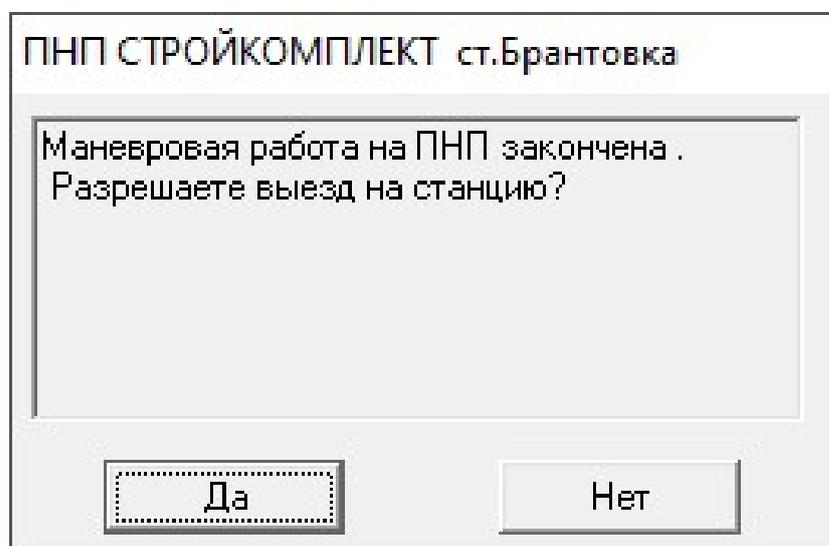

Рис.9 Окончание маневровых работ.
По окончании обработки всех фронтов появляется окно запроса с кнопками «Да» и «Нет» (рис.9).
По окончании маневровой работы появляется окно запроса о разрешении выезда на станцию (рис.9).
1. По разрешению – нажатие кнопки «Да» в окне запроса, выдаваемого пользователю по завершении маневровой работы (рис.9).